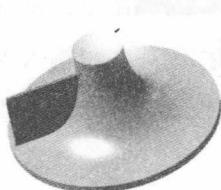
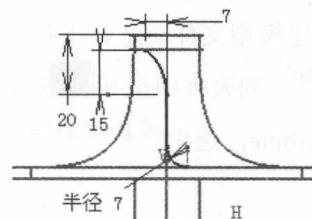

图 1.4 凸台 1
图 1.5 截面草图
(5) 单击  按钮, 完成旋转体 1 的创建。
Step3. 添加图 1.4 所示的零件特征——凸台 1。
(1) 选择命令。选择下拉菜单 **插入** → **基于草图的特征** →  命令 (或单击  按钮), 系统弹出“定义凸台”对话框。
(2) 创建截面草图。
① 定义草图平面。在“定义凸台”对话框中单击  按钮, 选取“xy 平面”为草图平面。
② 绘制截面草图。在草绘工作台中绘制图 1.5 所示的截面草图。
③ 单击“工作台”工具栏中的  按钮, 退出草绘工作台。
④ 定义拉伸深度属性。在 **第一限制** 区域的 **类型:** 下拉列表中选择 **尺寸** 选项, 在 **第一限制** 区域的 **长度:** 文本框中输入值 50; 选中 **厚** 复选框, 在薄凸台区域的 **厚度 1** 文本框中输入值 0; 在 **厚度 2:** 文本框中输入值 1,
(4) 完成特征的创建。单击  按钮, 完成凸台 1 的添加。